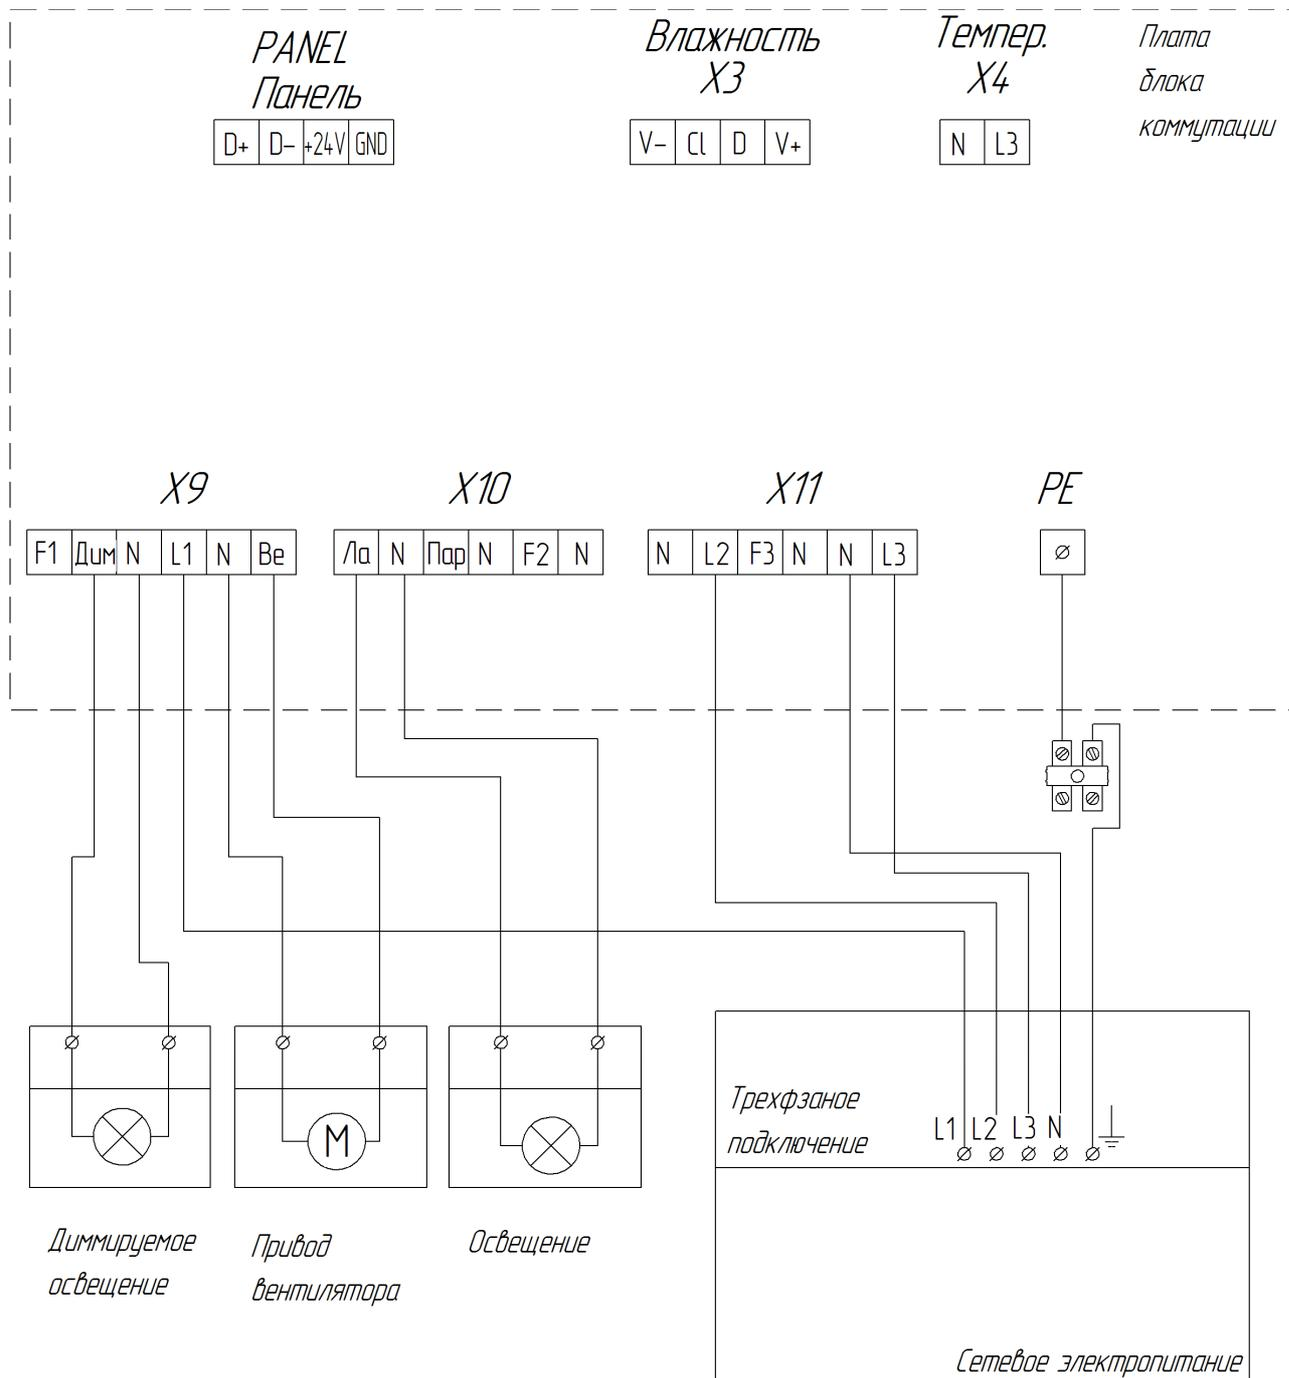
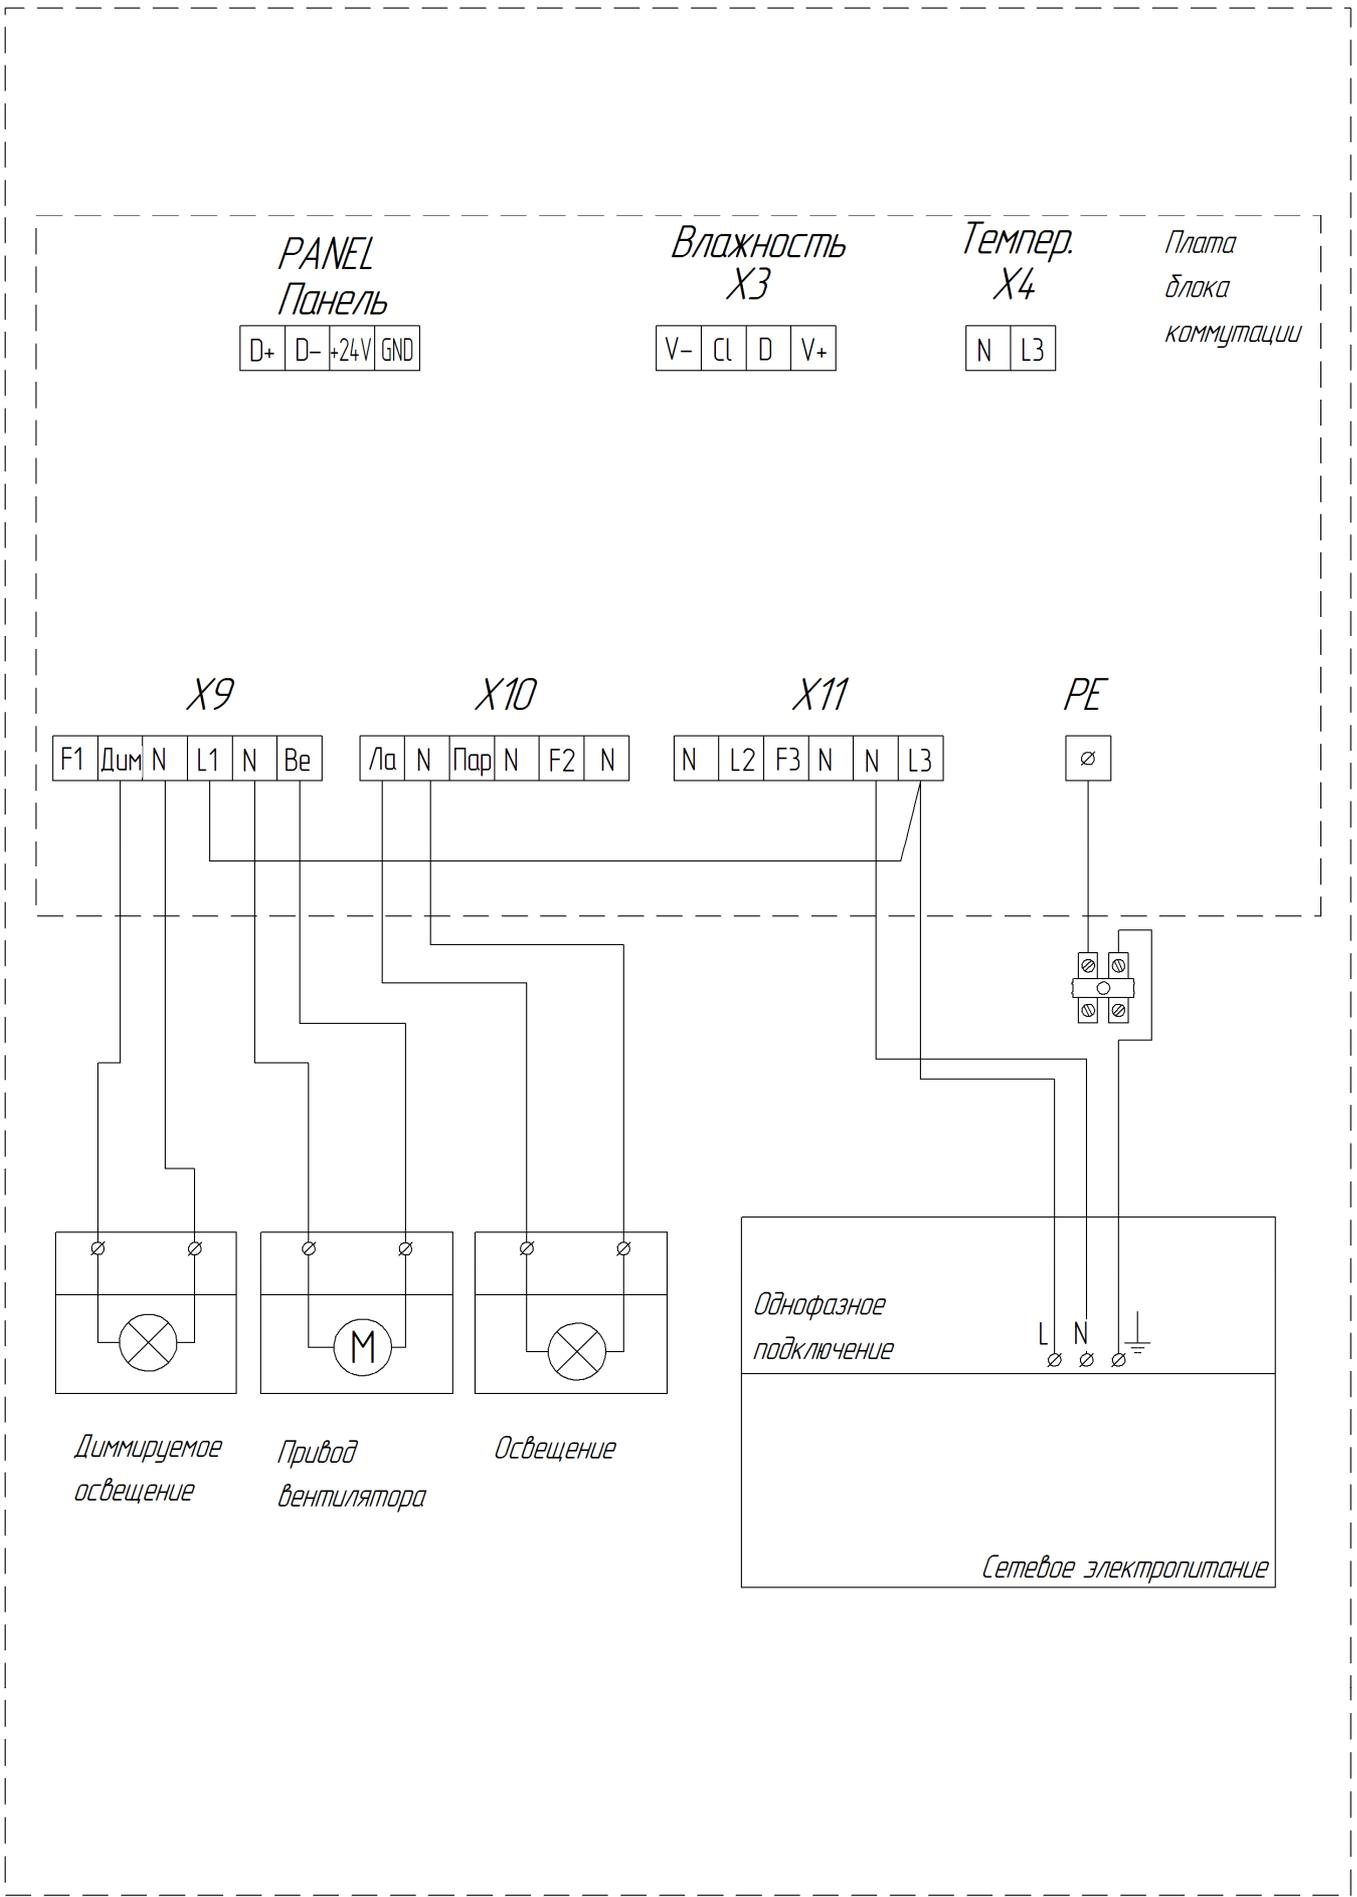

Рисунок 5. Схема подключения привода вентилятора и осветительных приборов при трехфазной схеме питания Устройства
Рисунок 6. Схема подключения привода вентилятора и осветительных приборов при однофазной схеме питания Устройства
- при размещении электронагревателя на стене – датчик температуры устанавливается на стене, вертикально над центром электронагревателя, на расстоянии 100 мм от потолка (рис. 6, вариант I);
- на стене, вертикально над серединой длинной стороны электронагревателя, на расстоянии 100 мм от потолка (рис. 6, вариант II);
- на потолке, над электронагревателем, на линии, параллельной продольной оси электронагревателя, на расстоянии от края электронагревателя (рис. 6, вариант III) В – от 100 до 200 мм.
Вентиляционный прибор и осветительные приборы подключаются к Устройству через разъемы Х9 – Х11 блока коммутации, как показано на рис. 5 и рис. 6.